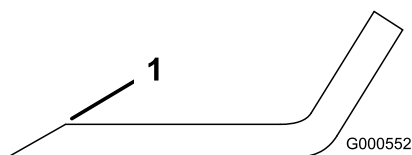

Figura 71
- Utilize uma lima para afiar a extremidade de corte em ambas as extremidades da lâmina (Figura 71).
Nota: Se a lâmina não estiver equilibrada, lime algum metal apenas da extremidade da área curva (Figura 71).